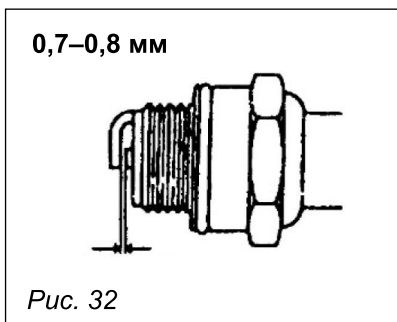

Рис. 32
- Проверьте зазор между электродами специальным плоским щупом. Нормальный зазор должен составлять 0,7–0,8 мм. При необходимости отрегулируйте величину зазора, осторожно подгибая боковой электрод (рис. 32).